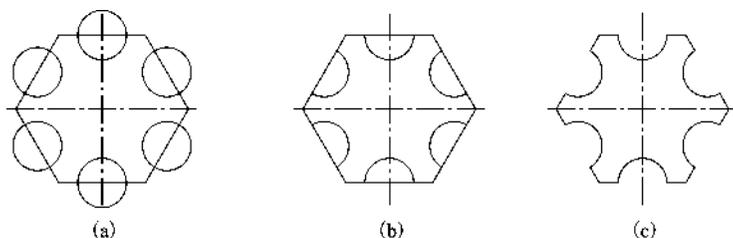

图 1-44 修剪实例
**【实例 1-19】** 利用修剪命令将图 1-44(a) 所示图形修改为图 1-44(c) 所示图形。
①执行【正多边形/POL】命令绘制任意一正多边形，执行【圆/C】命令，以多边形每条边的中点为圆心绘制 6 个小圆，执行【直线/L】命令绘制两条中心线，如图 1-44(a) 所示。
②执行【修剪/TR】命令将图形修剪成如图 1-44(c) 所示结果。
选择要修剪的对象，或按住 Shift 键选择要延伸的对象或[剪切边(T)/窗交(C)/模式(O)/投影(P)/删除(R)]: //依次单击六边形外侧的圆，图形变成如图 1-44(b) 所示。再依次单击半圆中的六边形部分，使图形变成如图 1-44(c) 所示。